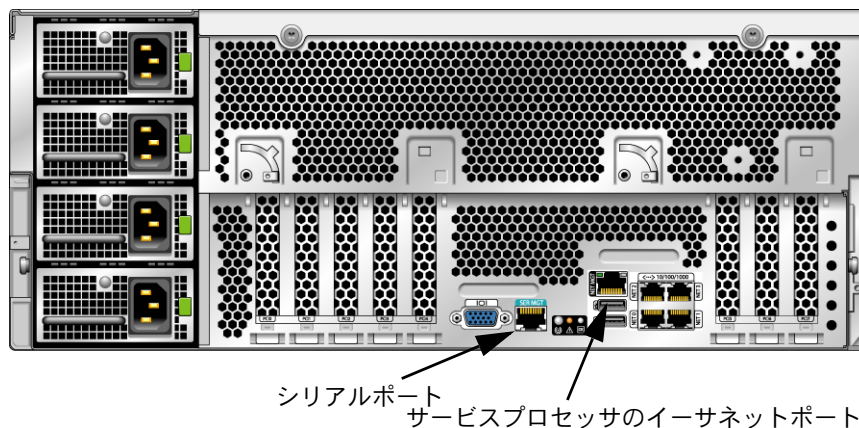

図1 サービスプロセッサポートがある Sun Fire X4600 サーバーの後面パネル
- 図1 は、シリアルポートおよびサービスプロセッサのイーサネットポートの場所を示します。